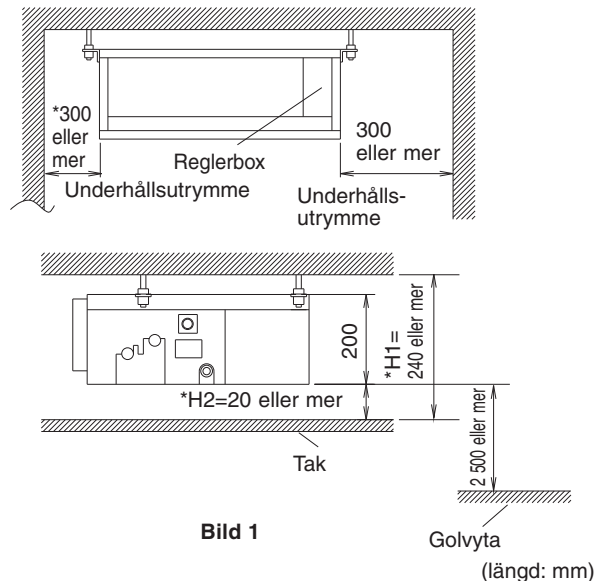

Bild 1
(1) Välj en installationsplats som uppfyller följande krav och som även passar kundens önskemål.
- Där tillräckligt utrymme för underhåll och service kan tillgodoses. (Se bild 1.)